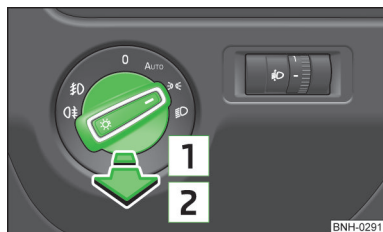

Fig. 39
- Rotiți comutatorul de lumini în poziția **☾** sau **☽** » fig. 39.
- Rotiți comutatorul de lumini în poziția **☾** sau **☽** » fig. 39 la pagina 59.